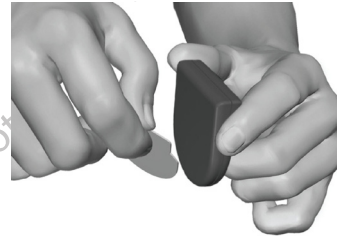

Рисунок 5. Снимите прозрачный слой с наклейки
2. Прикрепите липкую наклейку к задней стороне зарядного устройства, отклеив от наклейки прозрачное защитное покрытие и прикрепив ее белой стороной к голубой полоске на задней стороне зарядного устройства (Рисунок 5).